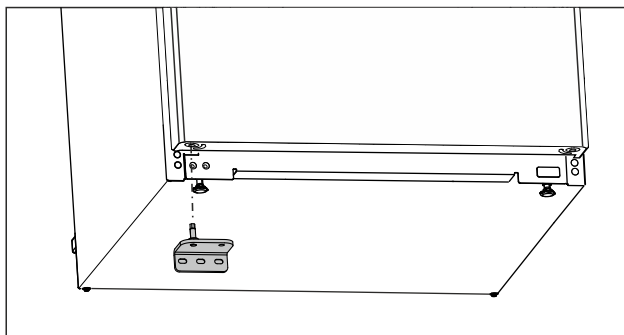

Fig. 24
- Placer le support de palier inférieur du côté opposé. (voir Fig. 24)